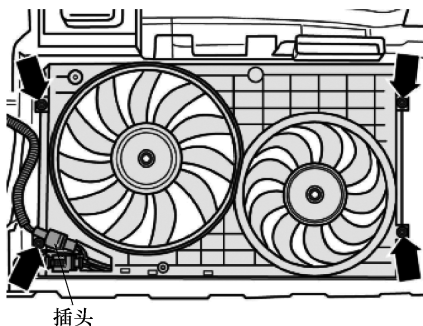

图 3-3-3 拆卸双离合变速器机电装置
6) 旋出螺钉(箭头),断开插头,如图 3-3-3 所示。
- 18) 先旋出螺栓 A(箭头 A), 再旋出螺栓 B(箭头 B), 如图 3-3-3 所示, 并取下摆动支承。